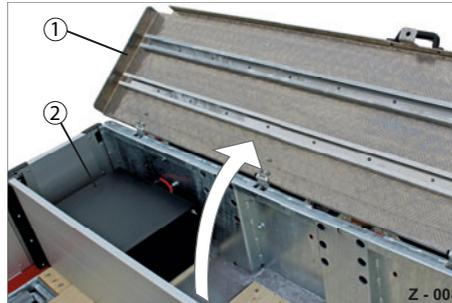

Abb. 12 Batteriekasten
- ▶ Öffnen Sie die Abdeckung (Abb. 12/1) des Staufachs.